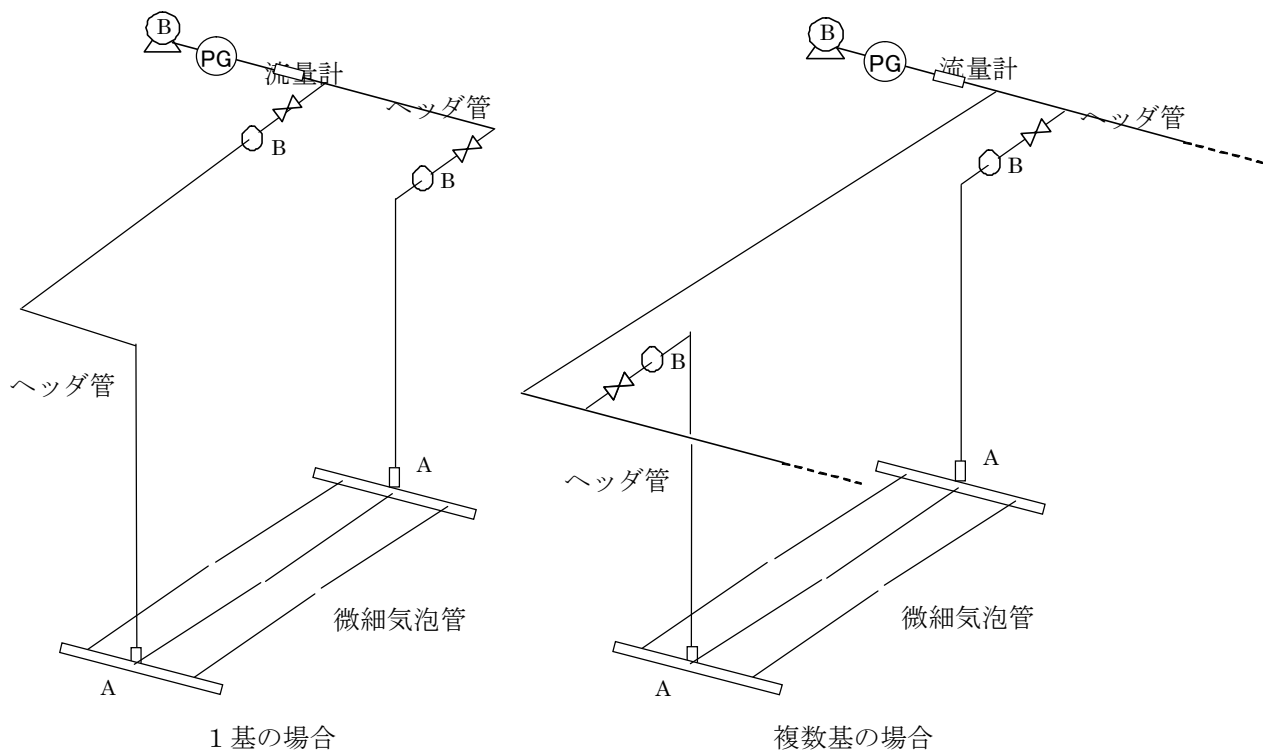

図.IV-8 TMR140J-100S の散気管配管例
(1) 散気管配管
散気管への配管は、ブロア等の散気用エア供給装置からの配管をエアレーションブロックの側面でねじ込み接続 (A) してください (図IV-8 参照)。この配管の途中には、モジュール取り出し時に配管を切り離すためのフランジ接続 (B) を水面より上部に設けてください。